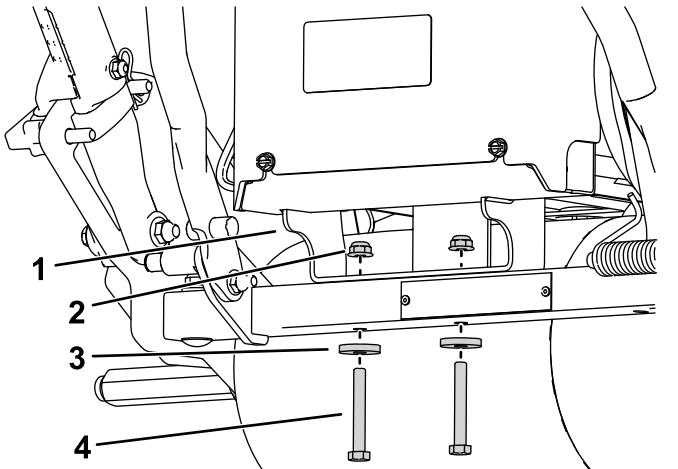

Bild 5
5. Entfernen Sie die beiden Muttern, Unterlegscheiben und Schrauben, mit denen die Steckdosenhalterung an der Rückseite der Maschine befestigt ist, und nehmen Sie diese ab (Bild 5).